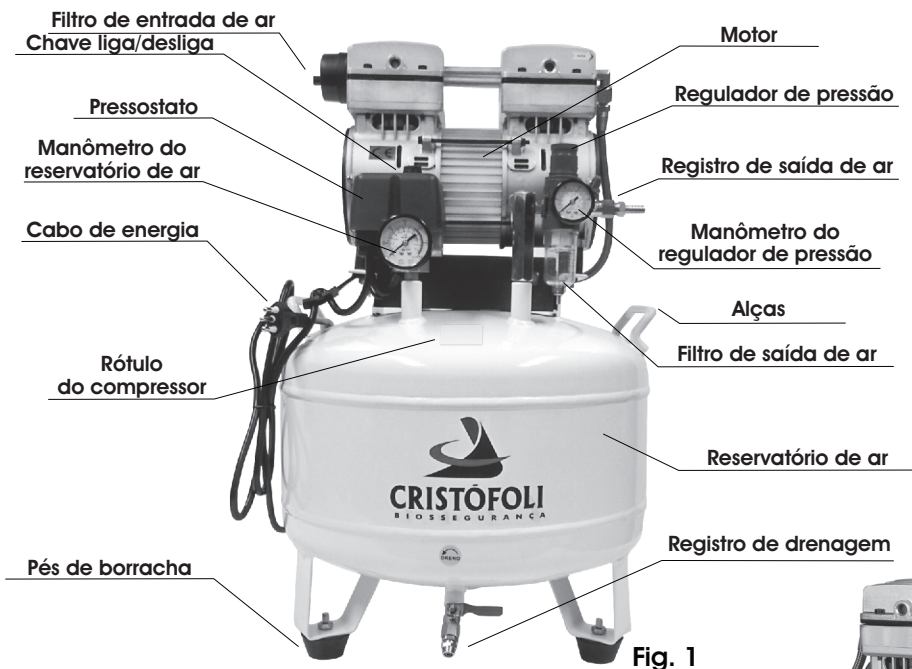

Fig. 1
- 2 - Remova o plugue de borracha que protege a entrada de ar do cabeçote e instale o filtro de entrada de ar (Fig. 1, pág. 8);
- 3 - Conecte a mangueira de ar de seu equipamento ao registro de saída de ar do compressor (Fig. 1, pág. 8).
- 1► A voltagem de funcionamento do Compressor Impulse 1030 é de 127 ou 220V, como indicado no rótulo de identificação que se encontra na parte frontal superior do reservatório de ar. Consulte “Como Identificar seu Compressor” (Fig. 1, pág. 8).
- ▶ **PRESSOSTATO (sensor de pressão)** - Dispositivo responsável por regular os limites máximo e mínimo da pressão de trabalho do compressor (Fig. 1, pág. 8);
- ▶ Verifique se o registro de drenagem e de saída de ar para o consultório estão fechados (Fig. 1, pág. 8);
- ▶ Ligue o equipamento na chave liga/desliga localizada sobre o pressostato para a posição I (ligado) (Fig. 1, pág. 8).
- ▶ Ao entrar em funcionamento, o pino do filtro de saída de ar (Fig. 1, pág. 8) ficará aberto e emitirá um ruído de vazamento de ar, à medida em que a pressão do reservatório aumentar, o pino fechará o filtro automaticamente. Consulte "Manutenção Preventiva" (Pág. 10).
- ▶ Verifique se a pressão exibida no manômetro do regulador de pressão (menor) está marcando 0,5 MPa / 5 bar / 72,5 psi ou 5,1 kgf/cm² somente então abra o registro de saída de ar (Fig. 1, pág. 8).
O rótulo que se encontra na parte frontal superior do reservatório de ar (Fig. 1, pág. 8) tem por finalidade a identificação dos dados técnicos do compressor.
DIÁRIA	Drenagem da água do reservatório de ar: Deve ser feita de forma completa, até esgotar totalmente o ar e a água acumulada em seu interior. Gire lentamente o registro de drenagem (Fig. 1, pág. 8) no sentido anti-horário (1/4 de volta) até que toda a água acumulada no interior do reservatório seja drenada, feche o registro. Recomendamos que o usuário adquira uma mangueira de PU (8 x 5 mm) e conecte-a ao registro de drenagem para direcionar água condensada para o local de descarte adequado.
Drenagem da água do filtro de saída de ar: Se houver água no interior do filtro de saída de ar (Fig. 1, pág. 8), faça a drenagem manualmente puxando o pino do filtro para baixo. Esse procedimento poderá ser feito com o reservatório pressurizado. A drenagem do filtro também ocorrerá de forma automática sempre que o reservatório de ar for esvaziado completamente, assim, recomendamos que ao final do dia de trabalho, o usuário esvazie o reservatório para que essa drenagem ocorra. Elementos filtrantes adicionais podem ser adquiridos através da Rede de Assistência Técnica Autorizada Cristófoli.
Limpeza do elemento filtrante: Abra o compartimento do filtro de entrada de ar (Fig. 1, pág. 8) girando a tampa plástica no sentido anti-horário, remova o elemento filtrante e limpe-o com jato de ar, monte o conjunto novamente.
<ul style="list-style-type: none"> Regulador de pressão com defeito ou desregulado ----- 	<ul style="list-style-type: none"> Antes de iniciar o ajuste, certifique-se que o reservatório de ar tenha pelo menos 0,55 MPa / 5,5 bar / 80 psi ou 5,6 kgf/cm² de pressão. Para ajustar a pressão de saída de ar para o consultório, puxe o botão de ajuste do regulador (Fig. 1, pág. 8) para cima e gire-o suavemente no sentido horário para aumentar a pressão ou anti-horário para diminuí-la, faça o ajuste adequadamente até que o manômetro exiba a pressão de 80 psi (5,5 bar), feito isso, empurre o botão de volta à sua posição original para travar o ajuste; Consulte "Rede de Assistência Técnica Autorizada" (Pág. 15).
Antes de realizar o contato tenha sempre à mão o modelo do seu equipamento, voltagem, número de série e data de fabricação que se encontram no rótulo de identificação localizado na parte superior frontal do reservatório de ar (Fig. 1, pág. 8) e uma descrição do problema.